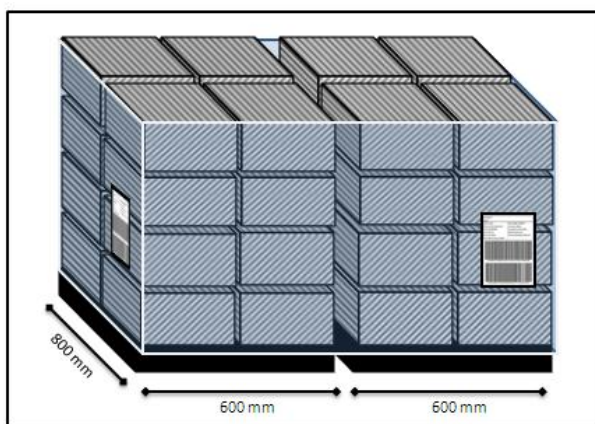

Figura 10 – Identificação GS1-128 / EAN 128 em ½ Paletes PBS
- Em entregas de ½ paletes em fluxo PBS, para cada conjunto de duas ½ paletes tem de apresentar 2 etiquetas de paleta iguais (com o mesmo artigo, ITF 14, Lote, Validade, SSCC e quantidade igual a 2 caixas) – Figura 10.